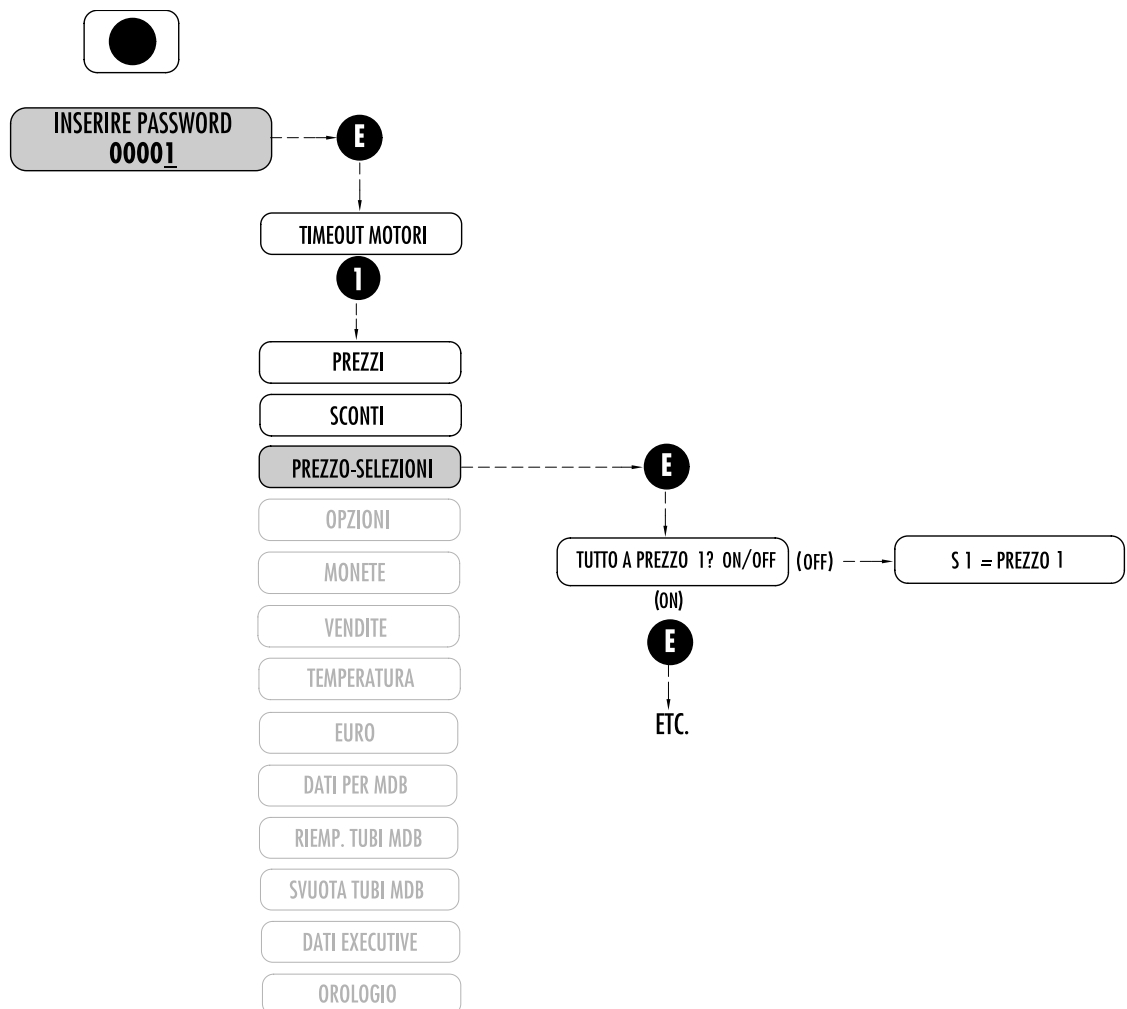

Fig. 7.8
7.2.4 PREZZO-SELEZIONI (Fig. 7.8)